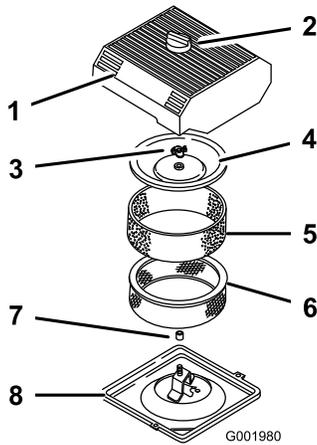

図 24
3. エアクリーナを外したときエンジン内部に異物が入らないよう、周辺をきれいに拭く(図 24)。
4. エアクリーナのカバーのノブをゆるめてカバーを外す(図 24)。
5. ペーパーエレメントからスポンジエレメントを注意深く取り外す(図 24)。
6. カバーナットを外し、カバーとペーパーエレメントを外す(図 24)。
1. ペーパーエレメントにスポンジエレメントを注意深く取り付ける(図 24)。
3. カバーナットを取り付けて指締めする(図 24)。
4. エアクリーナのカバーとノブを元通りに取り付ける(図 24)。